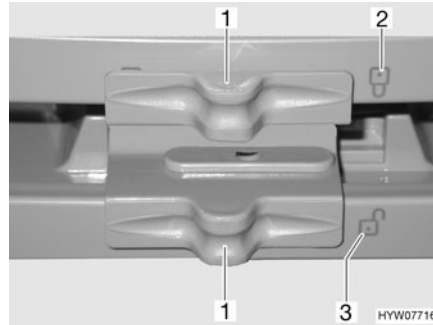

Fig. 167 Bloqueo de la puerta del frigorífico/puerta del compartimento congelador (Dometic de la serie 7 con compartimento congelador separado)
- Desplazar el bloqueo (Fig. 167,1) hacia un lado, de tal manera que sea visible el candado abierto "G" (Fig. 167,3).
- Desplazar el bloqueo (Fig. 167,1) hacia un lado, de tal manera que sea visible el candado cerrado "V" (Fig. 167,2).